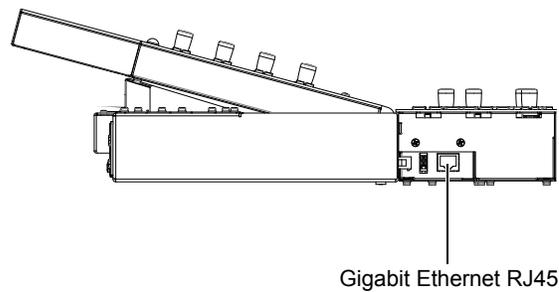

Figura 34. Puerto Ethernet en el panel lateral del módulo máster
- 2 Conecta el cable Ethernet más largo al puerto Ethernet en el lateral del módulo (consulta Figura 34).